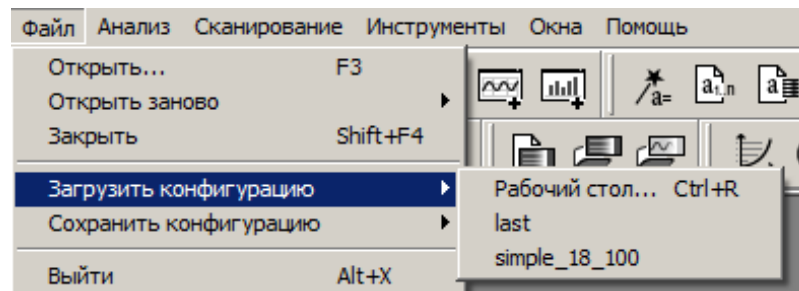

Рис. 4.7. Чтение полной конфигурации
- **Другие пункты подменю:** чтение полной конфигурации, включающей рабочий стол, начальные условия, значения идентификаторов, а также, если имеется, специальный файл конфигурации (например, конфигурацию железнодорожного экипажа), рис. 4.7.